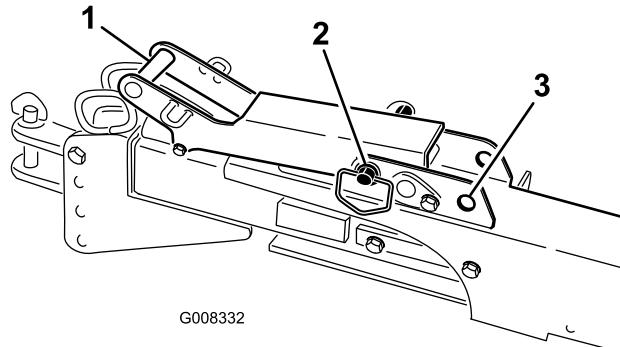

Figura 35
- Si utiliza el acoplamiento de remolque, vuelva a colocar el procesador de terrones detrás del vehículo, retraiga el acoplamiento de remolque y mueva el pasador de la maneta de enganche a la posición de bloqueado (Figura 35).